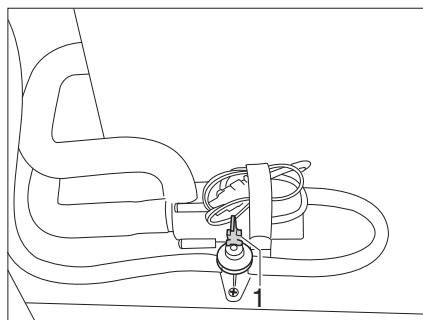

Fig. 226 Robinet de vidange
- Ouvrir tous les robinets de vidange. Pour cela, placer le levier à bascule (Fig. 226,1) en position verticale.